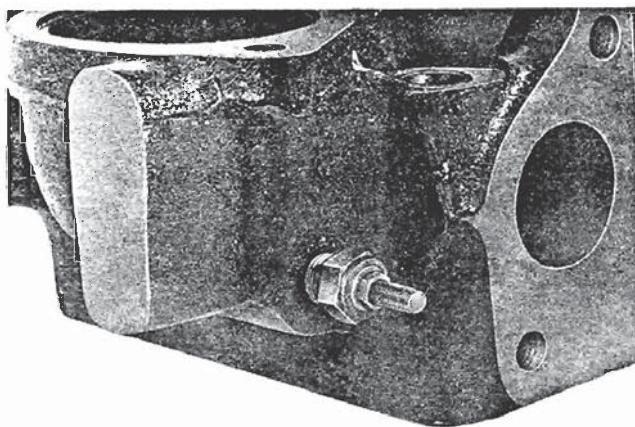

Fig. 79 - Varmemålerens senderenhed.
7. Monter indsugningsmanifoldens og udstødsmanifoldens tapbolte samt varmemålerens senderenhed, Fig. 79.